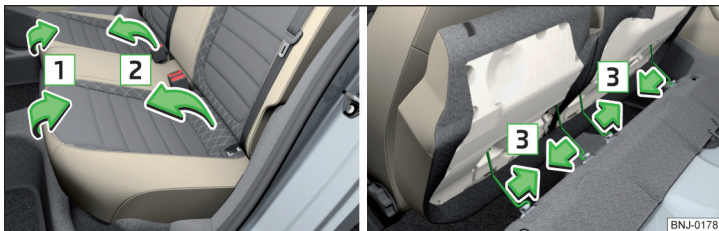

Fig. 66 Rabatarea înspre înainte a banchetei din spate/scoaterea banchetei din spate divizate
- Trageți bancheta din spate în sensul săgeții **1** » fig. 66.
- Apăsăți etrierele din sârmă în sensul săgeții **3** » fig. 66, să se desprindă din suporturi.
- Apăsăți etrierele din sârmă în sensul săgeții **3** » fig. 66 și introduceți-le în suporturi.